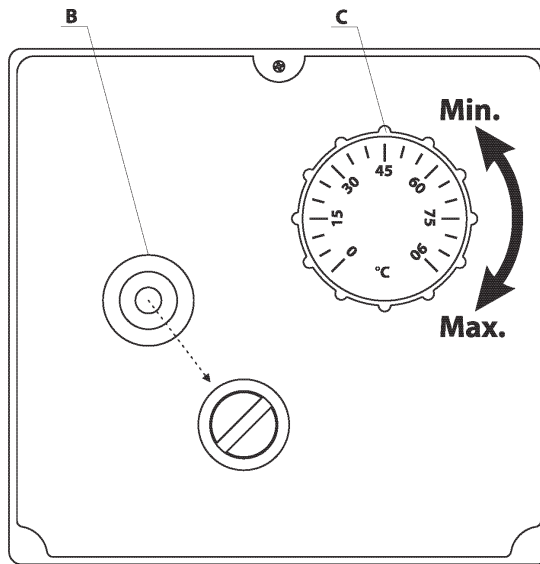
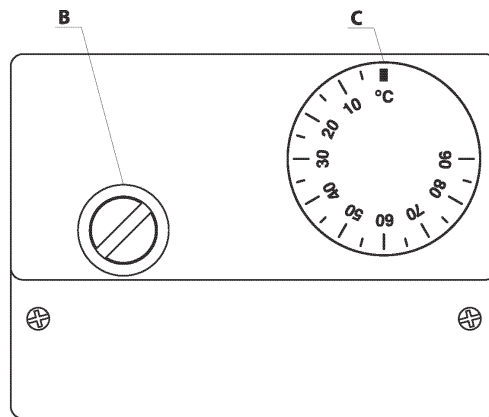

Fig 11
Fig 12
### 4.1. Налаштування температури - див. Fig.11 и Fig.12. в залежності від моделі керування.
Цей спосіб налаштування дозволяє плавно встановлювати бажану температуру, що виконується за допомогою ручки (Fig.11-С / Fig12-С) комбінованого температурного керування.
- Відгвинтіть кришку і натисніть кнопку термовимикача (Fig.11- В або Fig.12-В в залежності від моделі керування) до клацання.